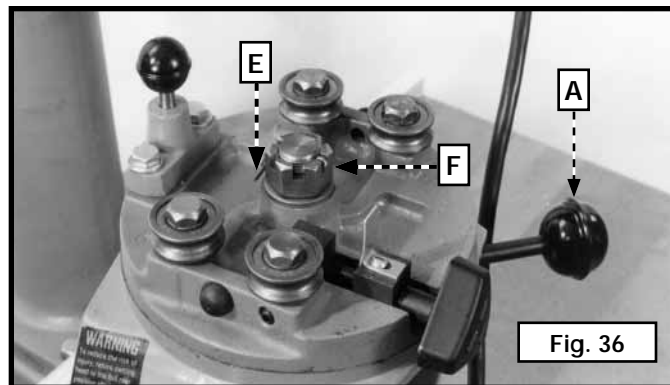

Fig. 36
4. Gire la tuerca hexagonal (F) Fig. 36, 60° en el sentido de las agujas del reloj y vuelva a colocar el pasador de chaveta (E).